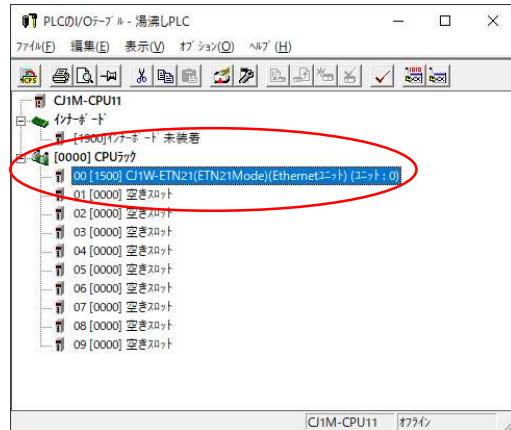

図 2-23
①「PLC の I/O テーブル」画面で、CJ1W-ETN21 を選択しダブルクリックします。(図 2-23)